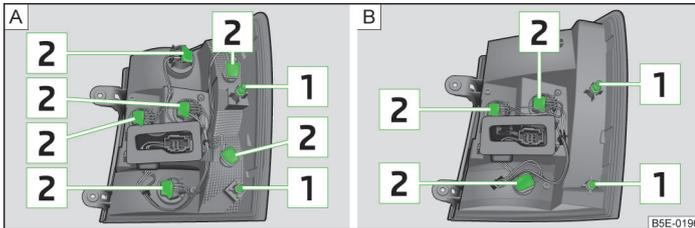

Abb. 225 Äußerer Teil der Leuchte: Grundleuchte / Leuchte mit LED-Dioden
- › Die Rückleuchte vorsichtig in die Karosserie hineindrücken, sodass die Bolzen  » Abb. 225 auf Seite 247 an der Leuchte in die Aufnahmen in der Karosserie eingreifen » .
- Die Lampenfassung  » Abb. 225 entgegen dem Uhrzeigersinn drehen und aus dem Leuchtengehäuse herausnehmen.